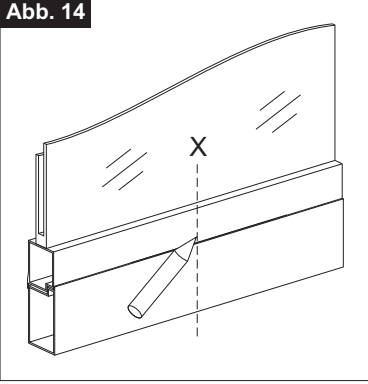

Abb. 15
- 3) **Abb. 15-** Die Schnellkupplung nach der Mittellinie ausrichten und dabei die Rippe (**Bez. 1**) als Bezug verwenden, die sich in der Mitte der Kupplung befindet. Der Anzeiger von Schnellauslösungsseite muss rechts (**Bez. 2**) gerichtet sein;